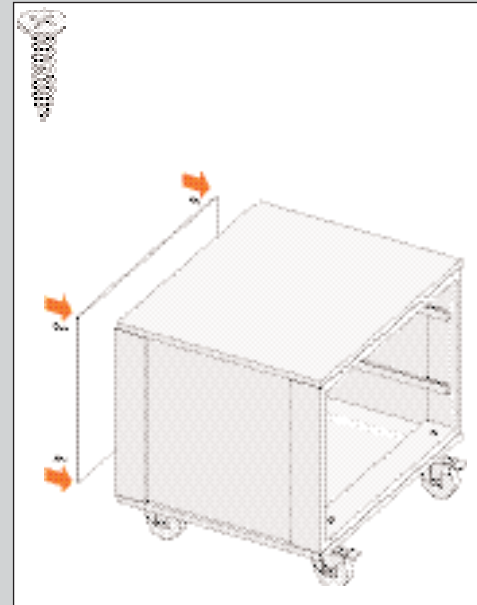

ABBILDUNG 12
6. Verschrauben Sie die Rückwand mit der Rückseite des Schubladenblock-Rahmens (siehe Abb. 12).